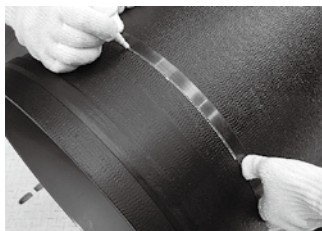

図30 金尺をガイドとして白線を引く場合
- ④先端径3mm程度以下のマーカにより挿入位置に白線を引く。その際には必ず金尺(図30)やロックリング(図31)をガイドとして、必ず挿し口全周に白線を引くように留意する。